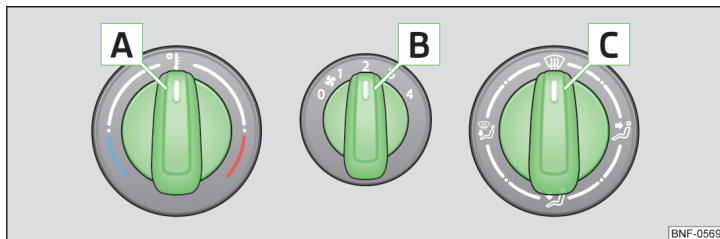
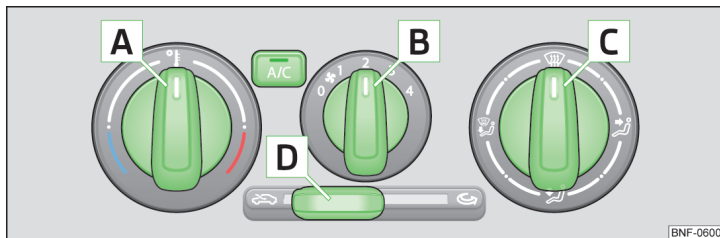

Fig. 75 Elemente de operare a încălzirii
Fig. 76 Elemente de operare a sistemului de aer condiționat
Funcțiile elementelor de operare individuale » fig. 75 și » fig. 76
- Pentru **pornirea** recirculării aerului deplasați cursorul **D** în poziția **!** » fig. 76 la pagina 71.